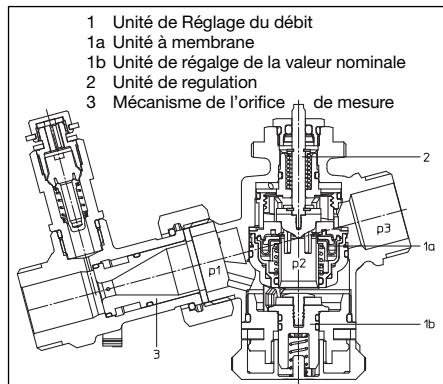
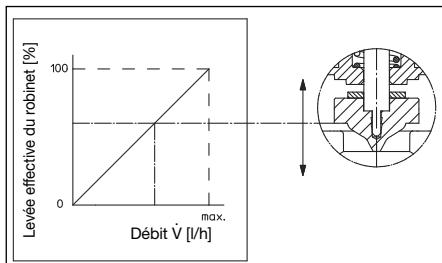
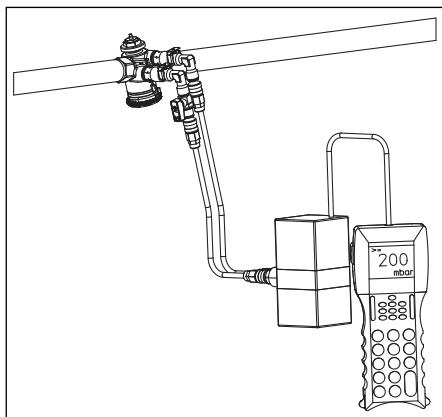

Fig. 5.2 Construction «Cocon QTZ» avec orifice de mesure
Fig. 5.4 Courbe de fonctionnement de l'unité de régulation de «Cocon Q»
Fig. 5.5 Mesure de la pression différentielle
L'appareil de mesure «OV-DMC 2» peut être raccordé grâce aux prises de pression de l'orifice de mesure ce qui permet de déterminer le débit. De plus l'«OV-DMC 2» peut être raccordé aux prises de pression du «Cocon QTZ» pour vérifier si le robinet fonctionne dans sa plage de réglage. La mesure de la pression différentielle permet d'optimiser le réglage du circulateur (fig. 5.5).
Avec l'appareil de mesure (par ex. «OV-DMC 2») (fig. 5.5) raccordé, la pression différentielle est mesurée à travers l'unité de réglage du débit (pos. 1, fig. 5.2/5.3). Le robinet de réglage doit être complètement ouvert (dénvisser les capuchons de protection ou mettre le moteur en position ouverte). Dès que la pression différentielle mesurée est égale ou supérieure à la pression différentielle Δp_M , le robinet fonctionne dans la plage de réglage.
A l'aide de l'unité à membrane intégrée (pos. 1a, fig. 5.2/5.3), le robinet «Cocon QTZ» maintient la pression différentielle p_2-p_3 à une valeur constante non seulement à travers l'unité de régulation commandée par le moteur (pos. 2, fig. 5.2/5.3) mais aussi à travers l'unité de réglage de la valeur nominale réglable sur une valeur de débit maximale (pos. 3, ifig. 5.2/5.3).
La courbe de fonctionnement de l'unité de régulation (pos. 2, fig. 5.2/5.3) est presque linéaire (fig. 5.4).
L'installation doit être rinçée abondamment avant le montage du robinet. La position de montage est indifférente (horizontale, oblique ou verticale, en montée ou en descente). Attention: Certains moteurs électriques ne doivent pas être montés tête vers le bas. Lors du montage il faut veiller à ce que le sens de circulation corresponde à celui de la flèche et qu'un tuyau droit de $L = 5 \times \text{Ø}$ soit installé en amont du robinet et un tuyau droit de $L = 2 \times \text{Ø}$ en aval du robinet. Chaque robinet est fourni avec deux mécanismes. Un mécanisme doit être monté dans l'orifice de mesure (pos. 3, fig. 5.2).